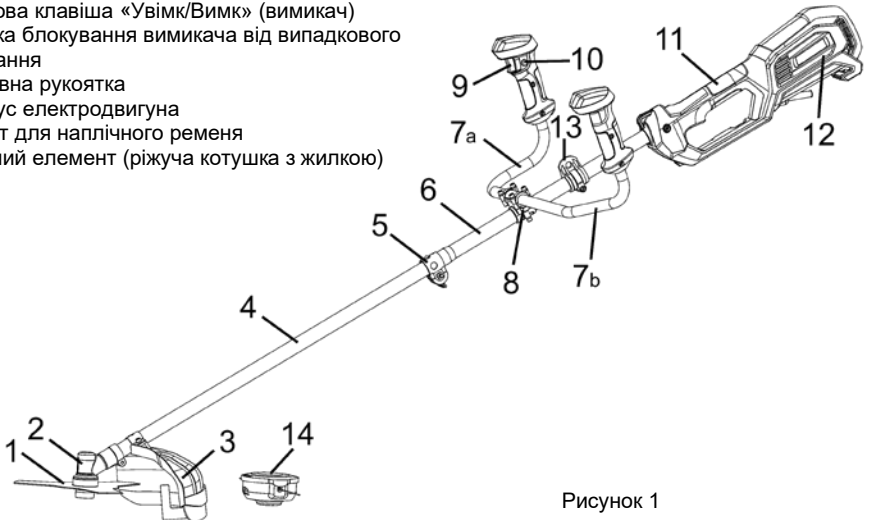
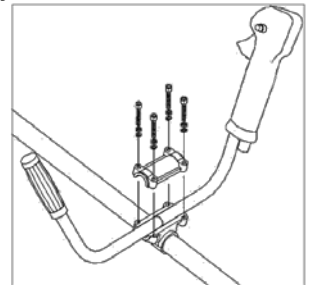
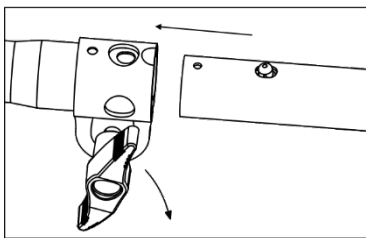
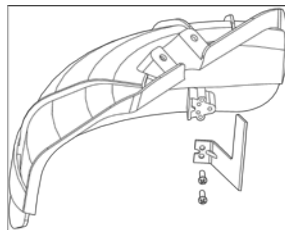

Рисунок 1
Рисунок 2
Рисунок 3
Рисунок 4
- встановіть передні рукоятки (7а та 7б, рисунок 1) на верхній штанзі (6, рисунок 1) за допомогою призначених для цього кронштейнів і кріпильних елементів (дивіться рисунок 2);
- введіть верхню частину нижньої штанги (4, рисунок 1), орієнтуючи штангу по отвору в з'єднувальному вузлу (5, рисунок 1), в нижню частину верхньої штанги (6, рисунок 1) до щільного з'єднання і фіксації валу в призначеній втулці. Затягніть смушкову гайку з'єднувального вузла (5, рисунок 1) для надійної фіксації з'єднання верхньої і нижньої частин виробу (дивіться рисунок 3);
- встановіть захисний кожух (3, рисунок 1) на нижній штанзі за допомогою гвинтів і кронштейна (дивіться рисунок 4). Зніміть захист з ножа-обмежувача довжини жилки, встановленого на захисному кожусі;
- встановіть наплічний ремінь до призначеного для цього хомута кріплення (13, рисунок 1).